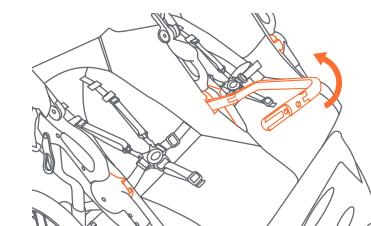

Fig. 10b
- Para quitar la barra parachoques, oprima el botón de liberación que está en la parte inferior de la barra y tire de la barra hacia fuera del anclaje. Quite la barra para acceder al asiento (Fig. 10b).